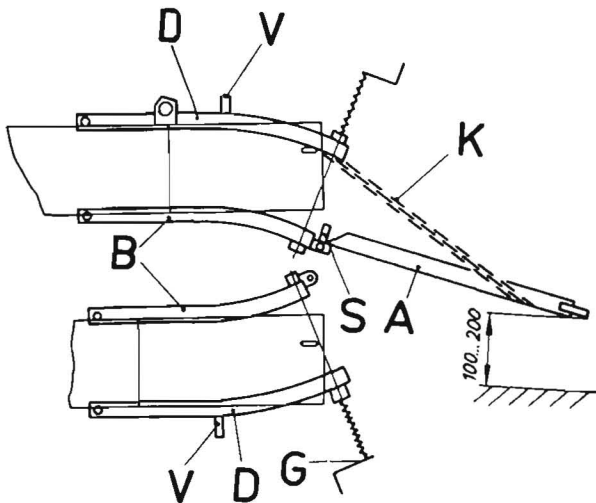

Bild 12
Das Ablageblech (A) wird mit Spille (S) am Preßbalken (B) angeschlossen und durch zwei Ketten (K) an den Preßkanalwänden befestigt und dabei auf einen Abstand zum Erdboden von 100 ... 200 mm eingestellt (Bild 12).